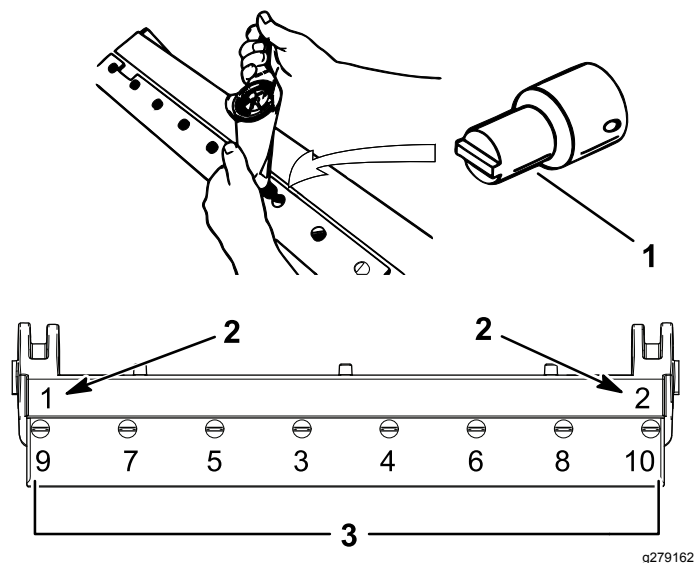

Figure 34
- Serrez les 2 vis à extérieures à 1 N·m ; voir Figure 34.
- En partant du centre de la contre-lame, serrez les vis à un couple de 23 à 28 N·m ; voir Figure 34.